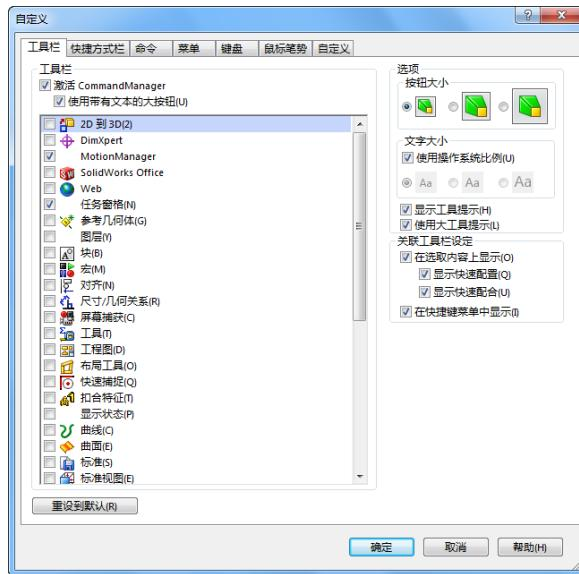

图 1-19 “自定义”对话框
(1) 执行命令。在菜单栏中选择“工具”→“自定义”命令，或者在工具栏区域单击鼠标右键，在快捷菜单中选择“自定义”选项，此时系统弹出如图1-19所示的“自定义”对话框。
(2) 设置工具栏。选择对话框中的“工具栏”标签，此时会出现系统所有的工具栏，勾选需要的工具栏。
(3) 确认设置。单击对话框中的“确定”按钮，操作界面上会显示选择的工具栏。